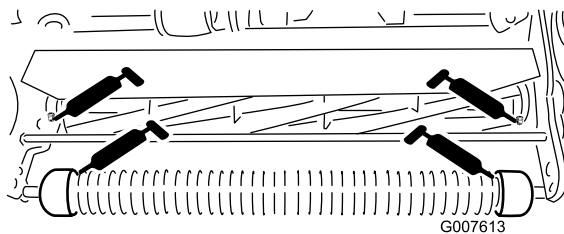

图24
- 前滚筒上 2 个 (图24)
- 滚刀轴承上 2 个 (图24)